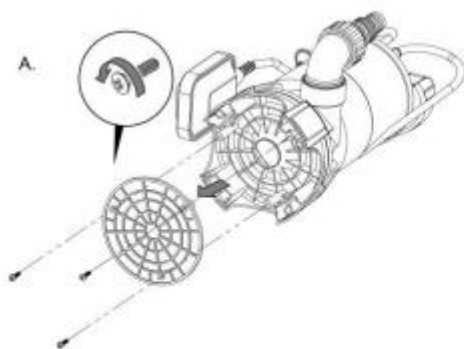

Рис. 10
- Снимите крышку в нижней части насоса, чтобы получить доступ к воздухозаборному отверстию (рис. 10).